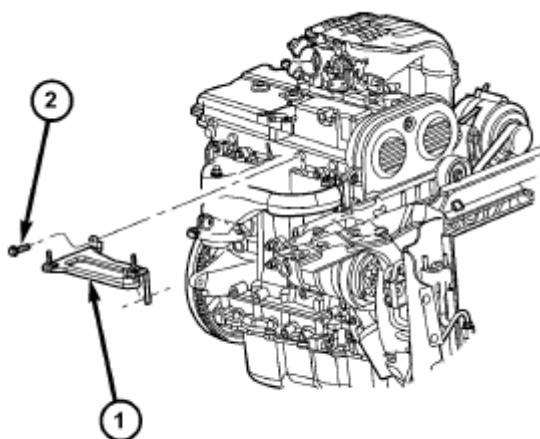

Рис. 100. КРОНШТЕЙН ВОЗДУШНОГО ФИЛЬТРА.
- (1) Поднять автомобиль и отсоединить выхлопную трубу от выпускного коллектора.
- (2) Опустить автомобиль.
- (3) Отсоединить разъем верхнепоточного кислородного датчика в задней части выпускного коллектора.
- (4) Снять кронштейн воздушного фильтра (Рис.100).
- (5) Снять экран термоизоляции.
- (6) Снять болты крепления коллектора к головке блока.
- (7) Снять выпускной коллектор.
- (8) Проверить коллектор